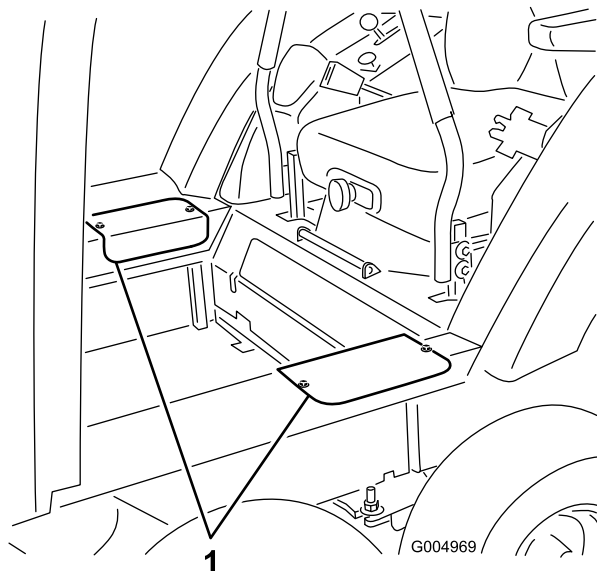

Figura 126
41. Instale las tapas de acceso lateral con los tornillos que retiró anteriormente (Figura 126).